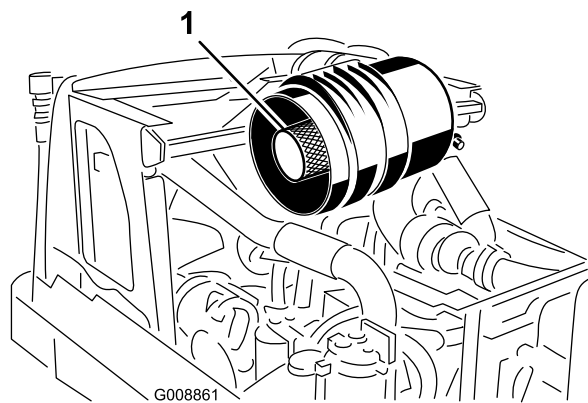

Figure 55
endommagé. N'enlevez **pas** l'élément de sécurité (Figure 55).
**Important:** N'essayez jamais de nettoyer l'élément de sécurité (Figure 55). Remplacez-le une fois sur trois, quand vous effectuez l'entretien de l'élément principal.